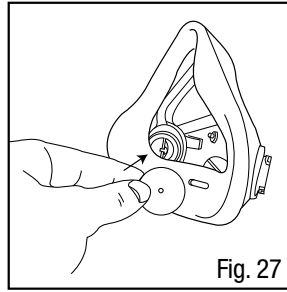

Fig. 27
2. Substitua a(s) válvula(s) pressionando o orifício da tampa da válvula em relação à base central do assento da válvula (Fig. 27). Tenha a certeza de que a(s) válvula(s) esteja inteiramente conectada através do(s) assento(s) da válvula e que permanece plana.